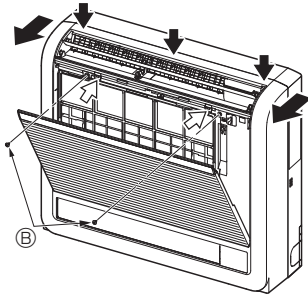
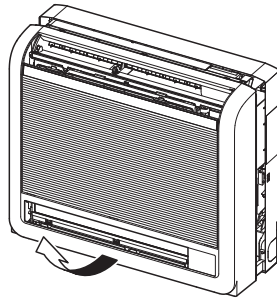

Fig. 3-3
Fig. 3-4
- ① Die von den Pfeilen ⇨ angezeigten 2 Positionen eindrücken, um das Frontgitter zu öffnen. (Fig. 3-3)
- ② Das Frontgitter öffnen und die beiden Schrauben entfernen.
- ③ Den horizontalen Flügel für den oberen Luftauslass öffnen, das Kopfende der Frontplatte an drei Stellen nach unten drücken und dann das Gitter am Kopfende von der Innenanlage abziehen.
- ④ Das Frontgitter anheben und entfernen. (Fig. 3-4)